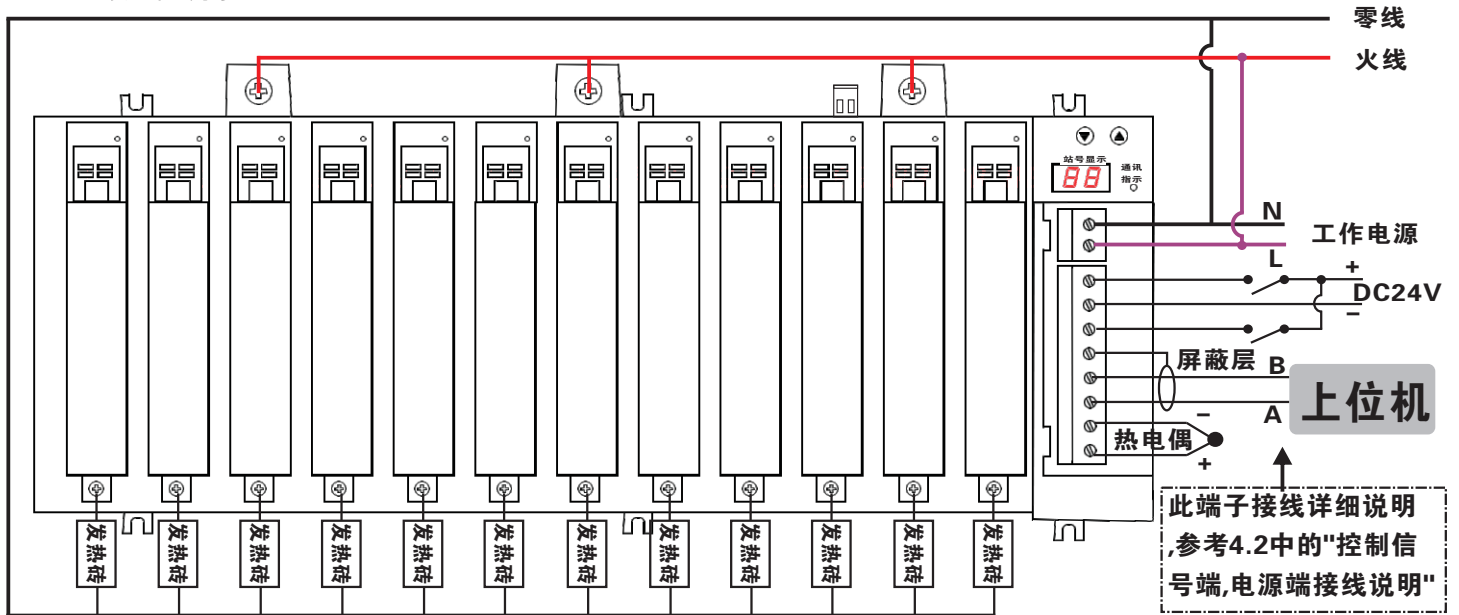

图5:单相220VAC接线图例(未接温控输出功能)
- 4.6.2:如图5所示,作单相控制使用时,将附图中的"L1进线"、"L2进线"、"L3进线"三相线并接后直接接L(火)线即可,其它线同三相使用接法相同;